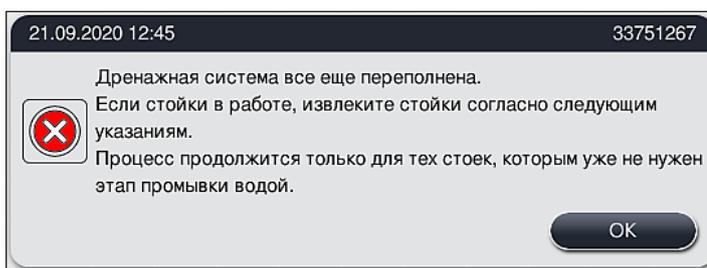

Рис. 125
3. Если несмотря на все попытки очистки устранить засорение не удаётся, промывочные станции деактивируются из-за сохраняющегося критического уровня воды. Соответствующие промывочные станции отображаются на экране как неисправные. Для отмены одной или нескольких программ нажмите (→ "Рис. 123-2") или (→ "Рис. 124-2") для запуска управляемого процесса отмены. Программы, не содержащие этап промывочной воды, продолжают до завершения процесса окрашивания. Все стойки, требующие реализации по меньшей мере одного этапа промывочной воды, должны быть отменены и извлечены из прибора. Подтвердите следующее сообщение (→ "Рис. 125") нажатием **OK**.